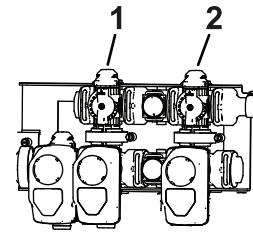

Figure 22
11. Réglez la vanne de dérivation (Figure 22) à l'arrière de la vanne d'agitation jusqu'à ce que la pression indiquée soit 6,9 bar.
9. Déplacez plus ou moins la poignée de dérivation générale des sections de manière à réguler l'agitation à l'intérieur de la cuve (Figure 22).